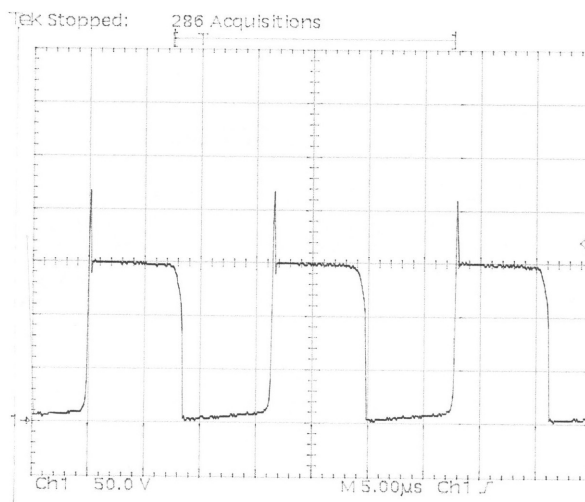

Figura E-3
– A continuación, se instala un osciloscopio y se verifica el funcionamiento circuito primario del transformador de la fuente en la Tarjeta Base (Ver Figura E-3).